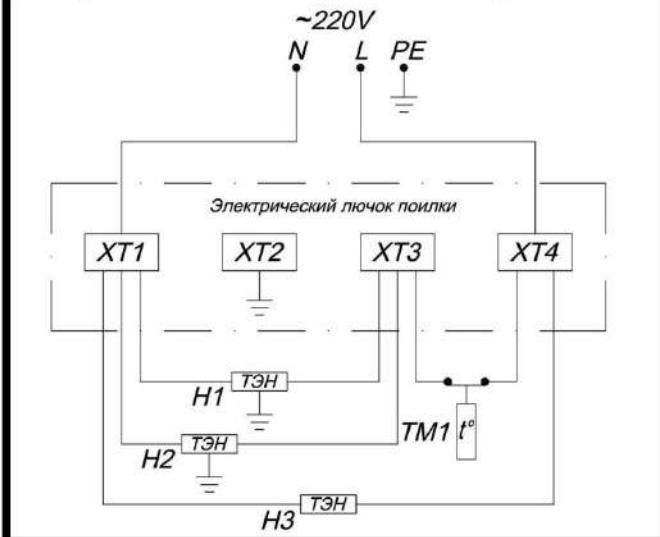

Рис. 13
12) Подключите провода и кабеля через клеммы (клеммы в комплект поставки не входят) согласно электрической схемы Рис. 13, где XT 1-Клемма N (нуля); Н1,2 –ТЭНЫ патронные поз. 24; Н3- кабель греющий поз.23, XT 2- Клемма PE (заземления); TM1 – термостат поз. 22; XT 4 - Клемма L (фазы), XT 3- клемма соединения проводов. Белые провода ТЭНОв равнозначны, красные провода ТЭНОв - земля. Провода термостата